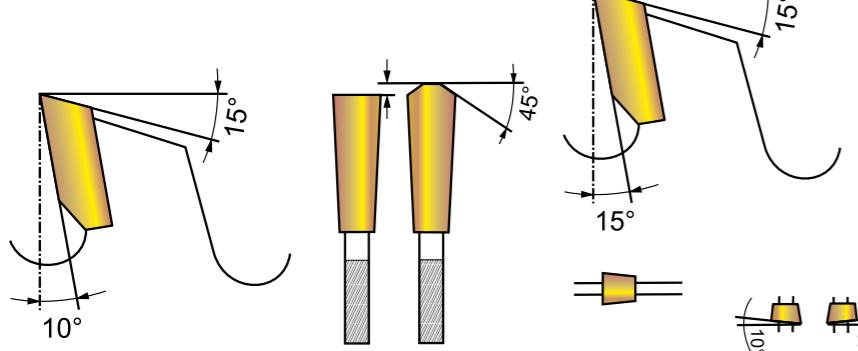

Рис.3. Форма зуба «трапеция» лесопильных пил
**Форма зуба «трапеция» (рис. 3).** Этот тип зубьев используется в